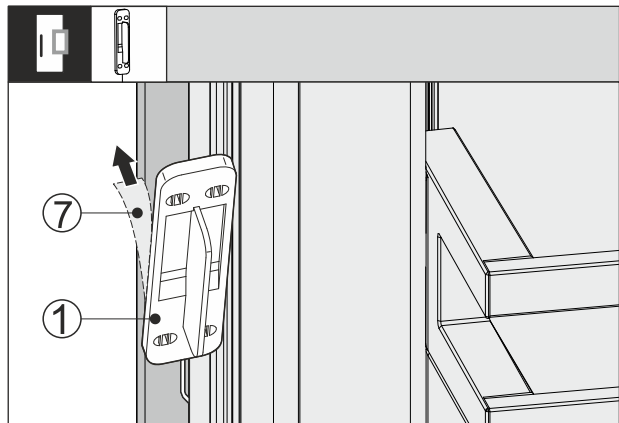

Fig. 64
- ▶ Снимите защитную пленку Fig. 64 (7) с задней стороны датчика стука Fig. 64 (1).